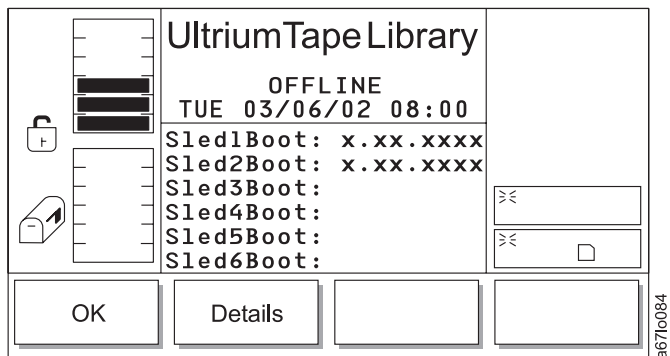

Abbildung 200. Detaildialog (dritte Anzeige)
- Wird **Details** ausgewählt, erscheint die dritte Anzeige des Detaildialogs (siehe Abb. 200).
Tabelle 149. Übersetzung von Abb. 200 auf Seite 212, Detaildialog (dritte Anzeige)